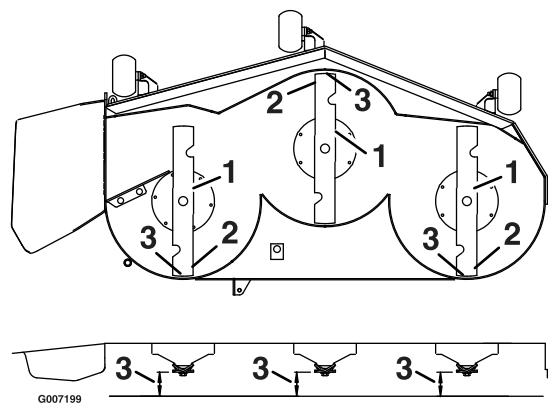

Figura 63
3. Girate con cautela le lame in modo che siano disposte longitudinalmente (Figura 63).
4. Misurate il valore dalla punta della lama anteriore e dalla punta della lama posteriore alla superficie piana (Figura 63). Se la punta anteriore della lama non è più bassa della punta posteriore della lama di 1,6 - 7,9 mm, passate alla procedura Livellamento del piatto di taglio del tosaerba.